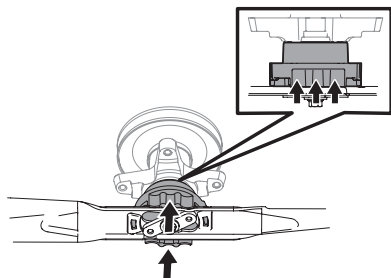

Figure 44
3. Poussez la bague de verrouillage vers le haut et retenez-la. Voir Figure 44.
4. Poussez la lame vers le haut contre l'adaptateur jusqu'à ce que la bague de verrouillage soit relevée. Voir Figure 44.